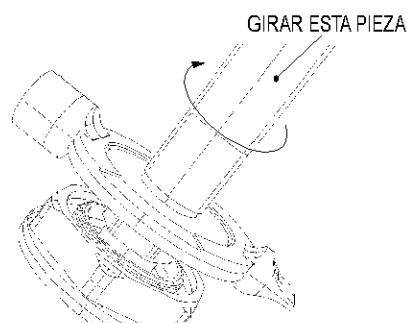

Fig. 5
- Fig5 – Uma vez introduzida a chave na válvula, rosca recolhendo o tubo de plástico.